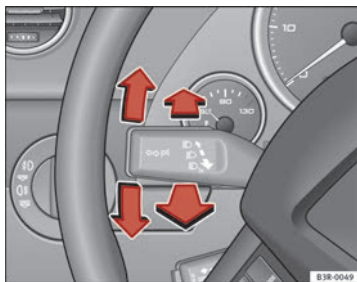

Abb. 92 Blinker- und Fernlichthebel
- Drücken Sie den Hebel bis zum Anschlag nach oben, um rechts zu blinken bzw. nach unten, um links zu blinken ⇒ **Abb. 92**.